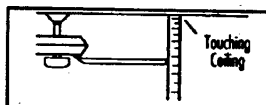

Figure 1
4. Die meisten Wackelstörungen werden durch ungleichmäßig ausgerichtete Flügel hervorgerufen. Diesen Stand überprüfen, indem ein Punkt an der Decke über einer der Flügelspitzen festgelegt wird. Diesen Abstand - wie in Abbildung 1 ersichtlich - messen. Die Abmessung in einem Bereich von 3,18 mm halten und den Ventilator so weit drehen, bis der nächste Flügel zur Abmessung ausgerichtet ist. Diesen Vorgang für jeden Flügel wiederholen. Sind die Flügel nicht alle mit dem gleichen Abstand ausgerichtet, kann der Abstand durch folgendes Verfahren eingestellt werden. Eine Unterlegscheibe (nicht mitgeliefert) zwischen den Flügel und die Flügelhalterung an der dem Motor nächsten Schraube einlegen, um die Flügelspitze nach unten zu verstellen (Abbildung 2). Eine Unterlegscheibe (nicht mitgeliefert) zwischen den Flügel und die Flügelhalterung an den zwei vom Motor am weitesten entfernten Schrauben einlegen (Abbildung 2).